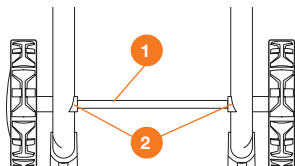

Рис. 4
- Вставьте ось **1** в оба отверстия внизу рамки **2** (Рис. 4).